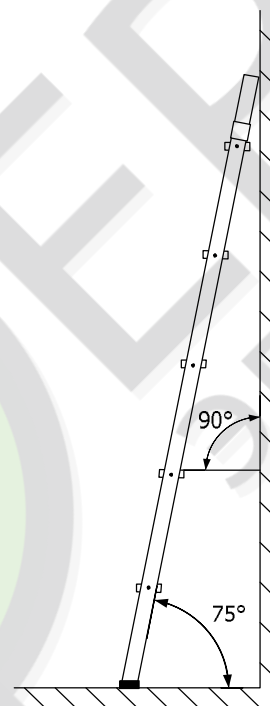

Рисунок 4
3.2 Лестница устанавливается под углом 75 градусов к горизонтальной поверхности наконечниками вниз. При правильной установке лестницы (рисунок 4) плоскости ступенек и опорных наконечников горизонтальны (параллельны опорной поверхности).